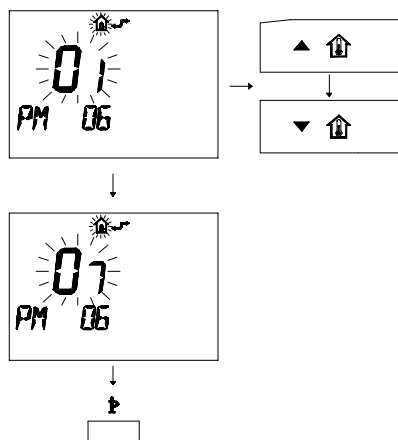

Figura 8.9
- Modificare il SET programmato agendo sui pulsanti ▲  ▼  fino a visualizzare un **set di 07** (Figura 8.9) che setta la caldaia per funzionare con gas **Propano (G31)**, aspettare che il numero programmato cominci a lampeggiare.